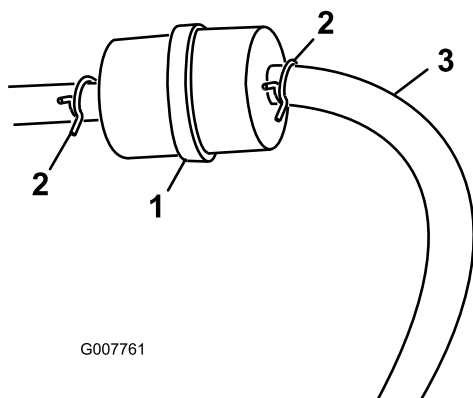

Figure 27
3. Pincez les extrémités des colliers et faites glisser ceux-ci pour les éloigner du filtre (Figure 27).
- Posez un filtre neuf et rapprochez les colliers de fixation du filtre (Figure 27).
- Desserrez le collier de serrage au niveau du filtre à carburant et éloignez-le du filtre en le poussant le long de la conduite d'alimentation (Figure 27).
- Débranchez les conduites d'alimentation du filtre à carburant (Figure 27).
Remarque: Laissez l'essence s'écouler dans un bidon ou un bac de vidange (Figure 27).
- Raccordez la conduite d'alimentation au filtre. Rapprochez le collier de serrage du filtre pour fixer la conduite d'alimentation (Figure 27).